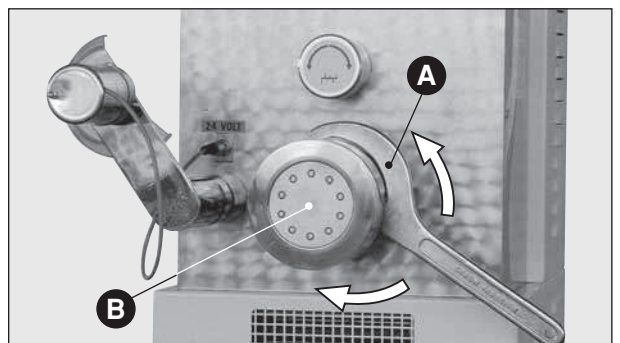

Fig. 36
- Douille, filière et filtre: dévisser la douille à l'aide de la clé prévue à cet effet (**Fig. 36 A**), en faisant attention à ne pas faire tomber les pièces lorsqu'elle sort de son logement (les pièces et le produit restant pèsent quelques kilos et peuvent facilement glisser entre les mains; on risque alors de se faire mal ou d'endommager les pièces).
- Vis de sélection: une fois que la douille est démontée avec la filière (**Fig. 36 B**) et le filtre, on peut extraire la vis de sélection facilement en la prenant par l'extrémité interne et en la poussant en-dehors de la spirale.